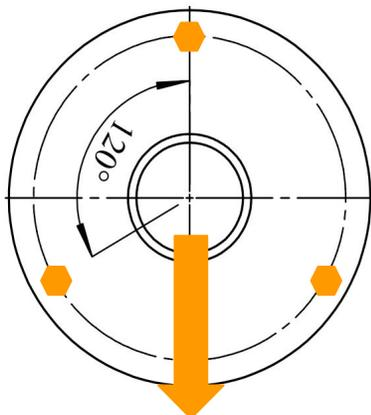

Abbildung 1: schematische Draufsicht des Erdstücks mit korrekter Ausrichtung
1. Das Erdstück muss vor dem Einbetonieren gemäß Abbildung 1 ausgerichtet werden.